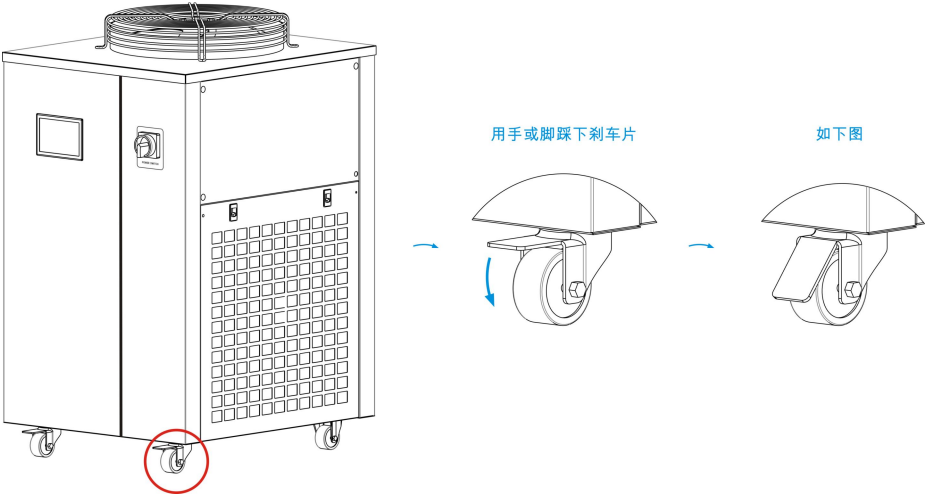

图2脚轮锁轮示意图
- (2) 机器使用时，请确保脚轮处于锁紧状态，以防机器在运行过程中发生滑移。刹车装置一般安装在轮子轴套或轮子表面，用手或脚踩下即可，推动机器时轮子不能转动，但是可以转向即为刹车正确，如图 2 所示。